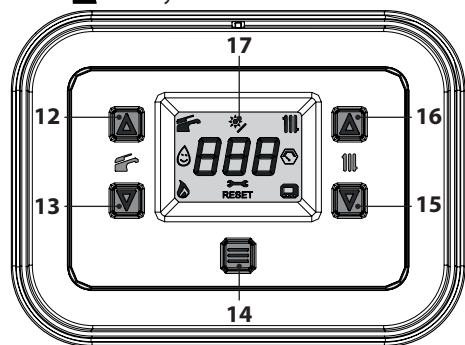

Рисунок 2.5
- Нажмите и удерживайте в течение 1 секунды кнопку 14 пока на дисплее не появится символ  Рисунок 2.5.
Регулировать температуру воды для отопления можно посредством кнопок 15 (уменьшение) и 16 (увеличение), см. Рисунок 2.5, начиная с минимум 25 °С и до максимум 80 °С. При нажатии одной из двух кнопок на дисплей выводится установленное значение, при повтор-
В любом случае, если комнатная температура слишком низкая или слишком высокая, можно увеличить или уменьшить температуру отопления на ± 15 °C при помощи кнопок 15 (уменьшение) и 16 (увеличение) (Рисунок 2.5).
Регулировать температуру воды в системе горячего водоснабжения можно при помощи кнопок 12 (увеличение) и 13 (уменьшение) (Рисунок 2.5), начиная с минимума около 35°C и до максимума 60°C. При нажатии одной из двух кнопок на дисплей выводится установленное значение, при повторном нажатии можно его изменять.